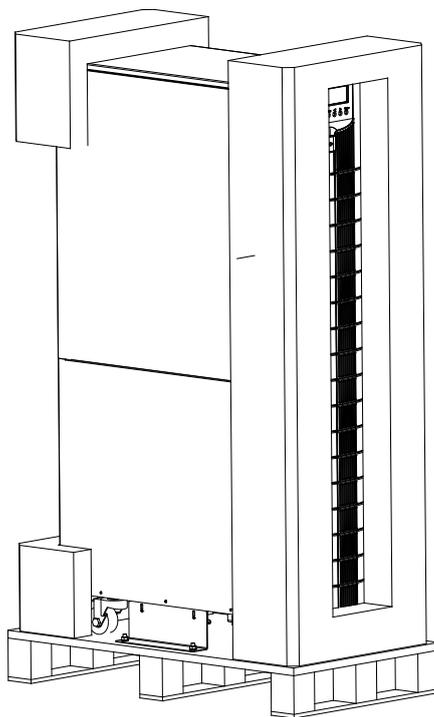

Рис. 3-6 ИБП со снятой упаковкой
3. Снятие упаковки (см. рис. 3-6).